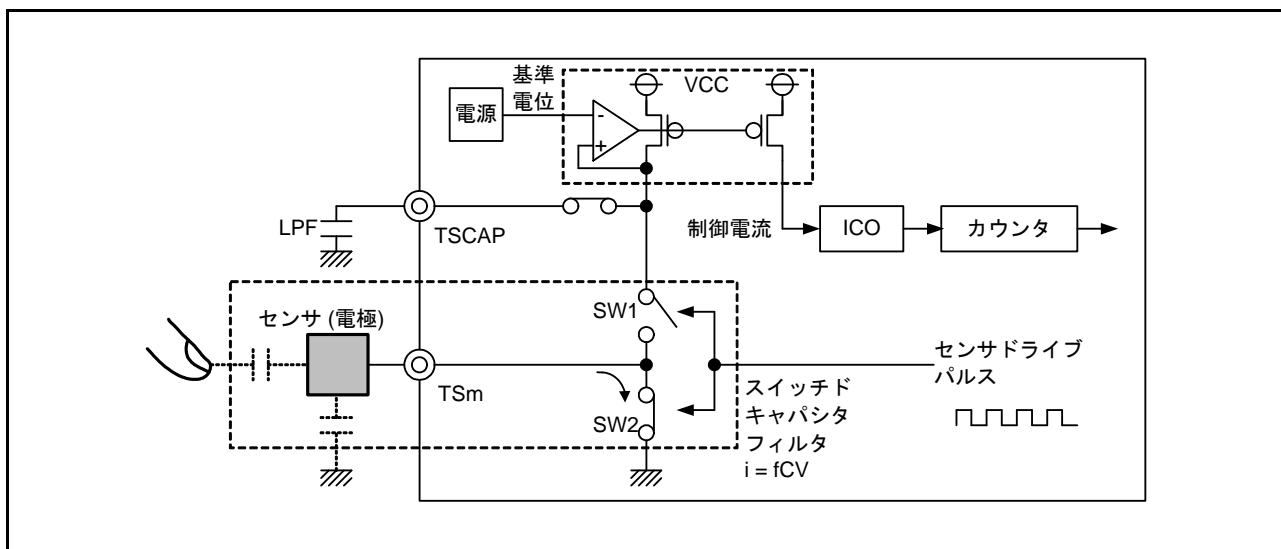

図 35.6 放電動作 (m = 0 ~ 11)
(2) SW1 : OFF、SW2 : ON にすることで、充電された容量は放電されます ( 図 35.6)。